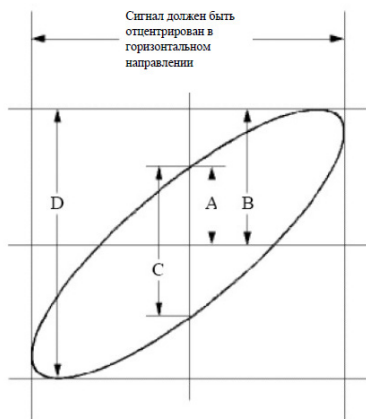

Рисунок 97 - График Лиссажу
9. С помощью метода эллиптической осциллограммы наблюдают и вычисляют разность фаз (см. рис. 97).